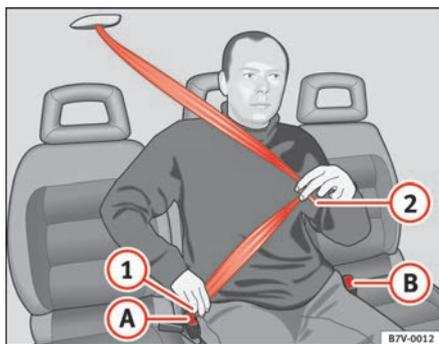

Abb. 11 Gurt am mittleren Sitz in der zweiten Sitzreihe anlegen
- Ziehen Sie das Gurtband mit der Schlossezunge ⇒ Abb. 11 ① nach unten.
- Stecken Sie die Schlossezunge ① in das zum Sitz gehörende Gurtschloss A, bis sie hörbar einrastet.
- Ziehen Sie das Gurtband mit der Schlossezunge ② über Ihr Becken.
- Stecken Sie die Schlossezunge ② in das zum Sitz gehörende Gurtschloss B, bis sie hörbar einrastet.